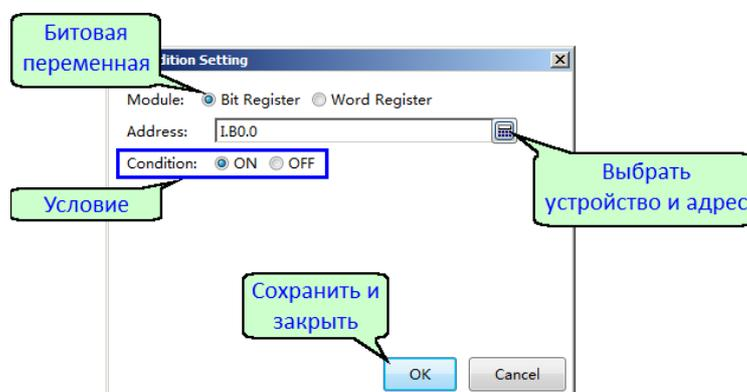

Рисунок 133 - Добавление условий
13. Кнопка вызывает диалог добавления условий, при выполнении которых выводится данное сообщение (рисунок 133). В качестве условия может выступать состояние битовой переменной или значение слова данных.